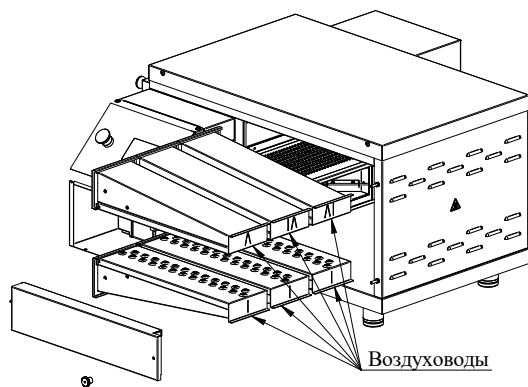

Рис. 12
3. Вынуть воздуховоды из камеры (см. Рис. 12).